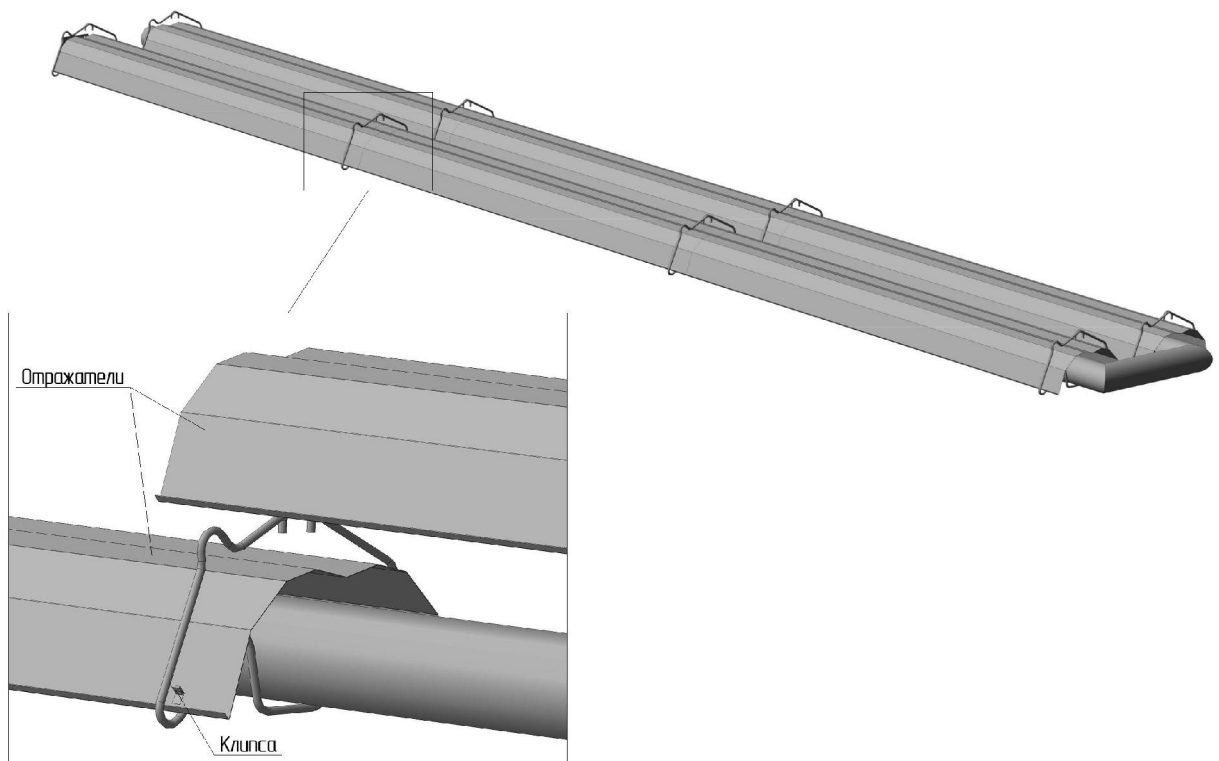

Рисунок 9 Установка отражателей
- Установить отражатели (см. рисунок 9). Отражатели крепить между собой клипсами с двух сторон.